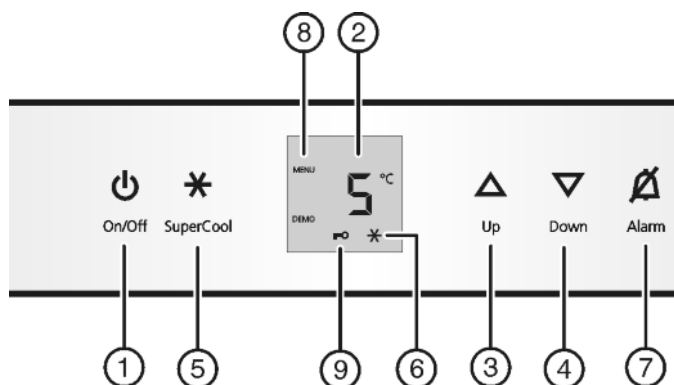

Fig. 2
- ▶ Натиснете бутона On/Off Fig. 2 (1).
- ▶ Активиране на режим настройки: Натиснете бутон SuperCool Fig. 2 (5) за ок. 5 сек.
- ▶ Натиснете за кратко бутона SuperCool Fig. 2 (5), за да потвърдите.
- ▶ Натиснете за кратко бутона SuperCool Fig. 2 (5) за включване на защитата от деца.
- ▷ Символът Защита от деца Fig. 2 (9) светва. На индикатора мига c.
- ▶ Натиснете за кратко бутона SuperCool Fig. 2 (5) за изключване на защитата от деца.
- ▷ Символът Защита от деца Fig. 2 (9) угасва. На индикатора мига c.
- ▶ Деактивиране режима на настройка: Натиснете бутона On/Off Fig. 2 (1).
- ▶ Натиснете бутона Аларма Fig. 2 (7).
- ▶ Настройка на по-висока температура: Натиснете бутона за настройка Up Fig. 2 (3).
- ▶ Настройка на по-ниска температура: Натиснете бутона за настройка Down Fig. 2 (4).
- ▶ Натиснете за кратко бутона SuperCool Fig. 2 (5).
- ▷ Символът SuperCool Fig. 2 (6) светва на индикатора.
- ▷ Символът SuperCool Fig. 2 (6) угасва на индикатора.